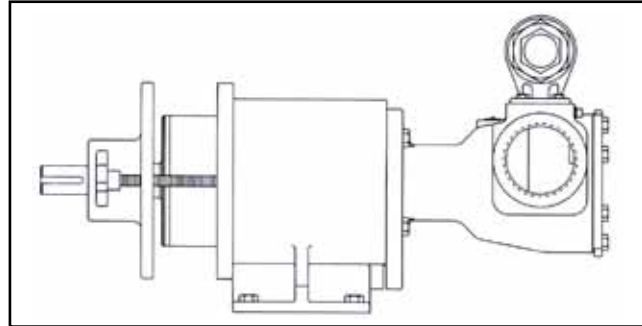

FIGURA 39
4. El imán exterior debe ser instalado en la guarnición de cojinete. Si no Consulte Desmontaje / Montaje de la Guarnición de Cojinete. Instale las perillas manuales para que las roscas de 4" se proyecten por debajo de la guarnición. Sostenga la guarnición del cojinete desde arriba y coloque despacio el imán sobre la canastilla para que el magnetismo comience a enganchar. Vuelva a sacar las perillas manuales uniformemente. Ver Figura 39. La guarnición del cojinete debe moverse hacia el soporte a medida que se sacan las perillas.